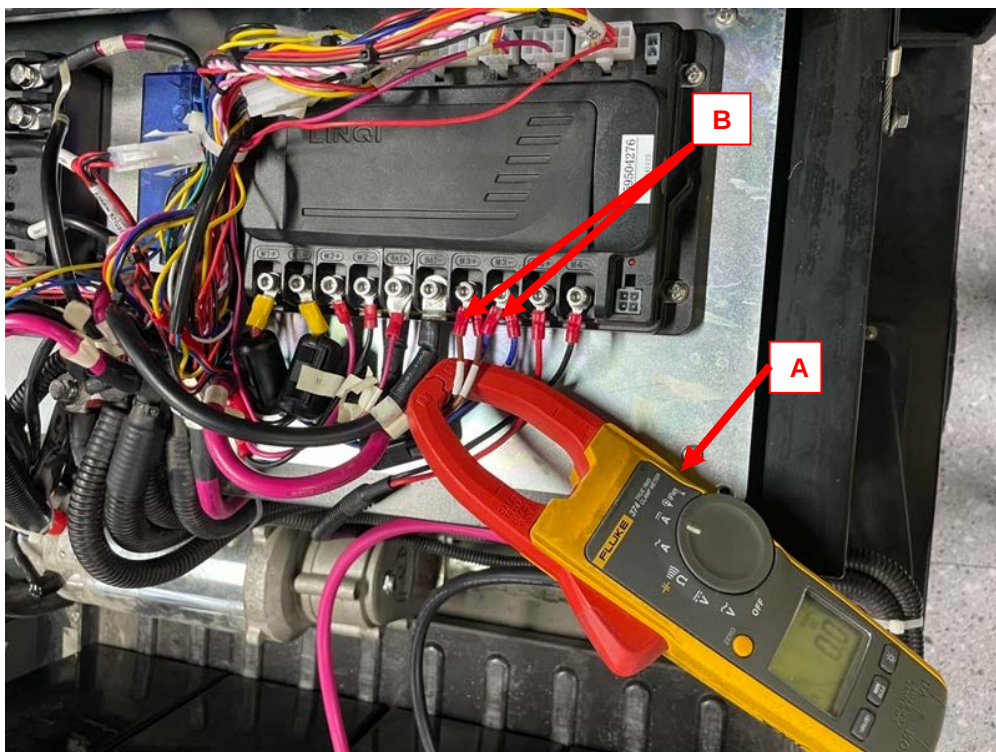

Figura 59
2. Aplique la pinza amperimétrica (A, Figura 59) a uno de los cables del motor del cepillo lateral (B, Figura 59).